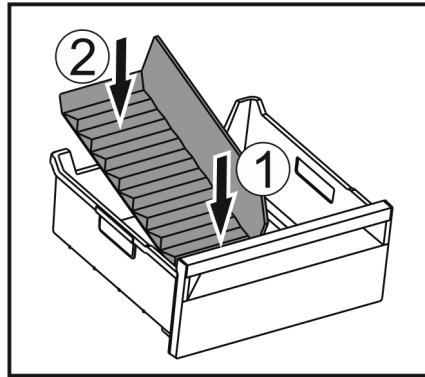

Fig. 210
- ▶ Установите переднюю часть разделителя отделения для льда. Fig. 210 (1)
- ▶ Опустите заднюю часть разделителя отделения для льда на дно выдвижного ящика. Fig. 210 (2)